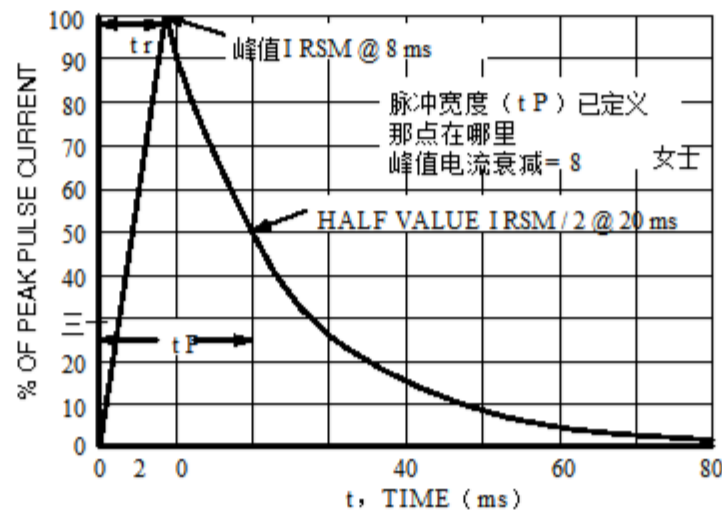

图5. 8个 X 20 ms脉冲波形
1. 根据图5的非重复电流脉冲 (引脚5至引脚2)
4. 根据图5的非重复电流脉冲 (引脚5至引脚2)
5. 根据图5的浪涌电流波形.